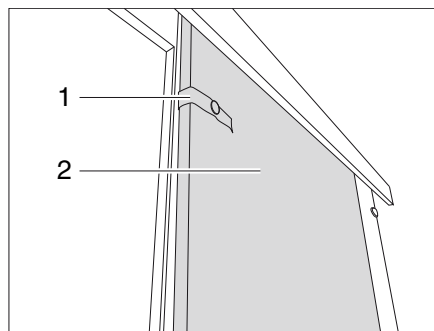

Bild 236 Skjutdörr
- Lossa säkringskedjan (Bild 236,1).
- Dra skjutdörren (Bild 236,2) till stängt läge.
- Dra skjutdörren (Bild 236,2) till öppet läge.
- Fäst skjutdörren med säkerhetsbandet (Bild 236,1).